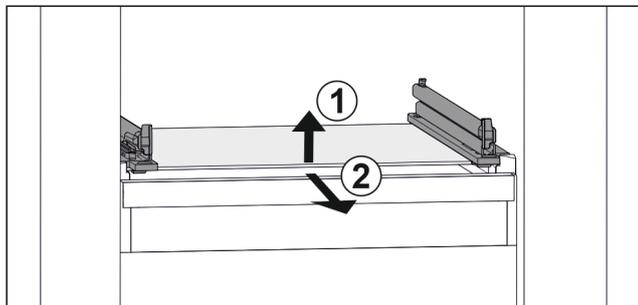

Fig. 38 Simbolična slika steklene plošče
- ▶ Steklenu ploščo dvignite v smeri naprej. Fig. 38 (1)
- ▶ Steklenu ploščo odstranite v smeri naprej. Fig. 38 (2)